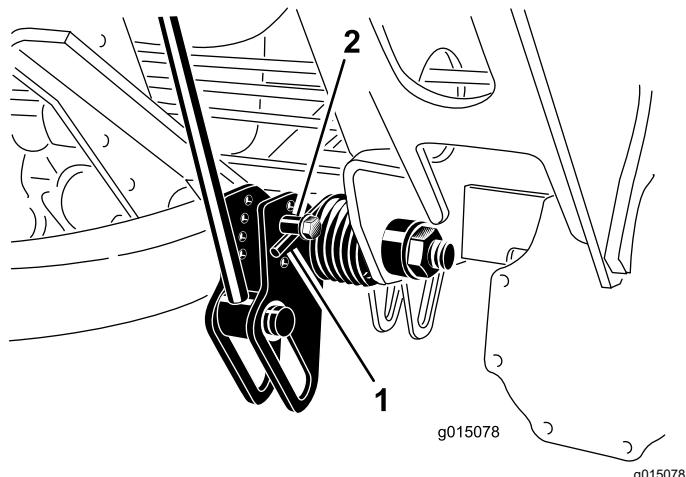

図 38
2. 調整作業の最中に、スプリングのテンションが掛からないようにするため、スプリングの長い方の端にパイプなどを通してスプリングの力を殺しておく図 38。
3. スプリングのテンションをなくしたら、スプリングアクチュエータを固定しているボルトとロックナットを外す図 38。